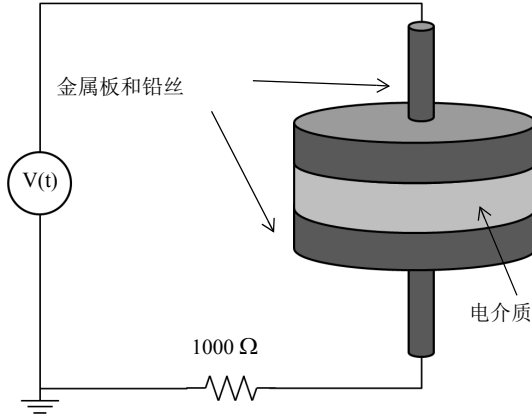

图1：由两面都有金属板的电介质盘和铅丝组成的简单电容器与包含电压源和电阻的电路模型相连。
所模拟的电容器由两个带铅丝的金属盘组成，金属盘由石英玻璃盘隔开，其相对介电常数 $\epsilon_r = 4.2$ ，电导率很小， $\sigma = 10^{-14}\ \text{S/m}$ (图 1)。此模型包括周围空气 ($\epsilon_r = 1.0$ ， $\sigma = 5 \cdot 10^{-15}\ \text{S/m}$) 的区域，以分析边缘场。电容器连接到由电压源和电阻组成的外部电路。最初，电容器处于等电位状态，金属板之间没有势差。系统上的电压瞬时开启，计算了通过器件的电势场和电流。
视图 1
- 1 右键单击**视图 1** 并选择**对物理场隐藏**。